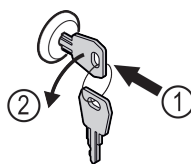

Fig. 172
- Dugja be a kulcsot. Fig. 172 (1)
- Forgassa el a kulcsot 90°-kal az óramutató járásával ellenkező irányba. Fig. 172 (2)